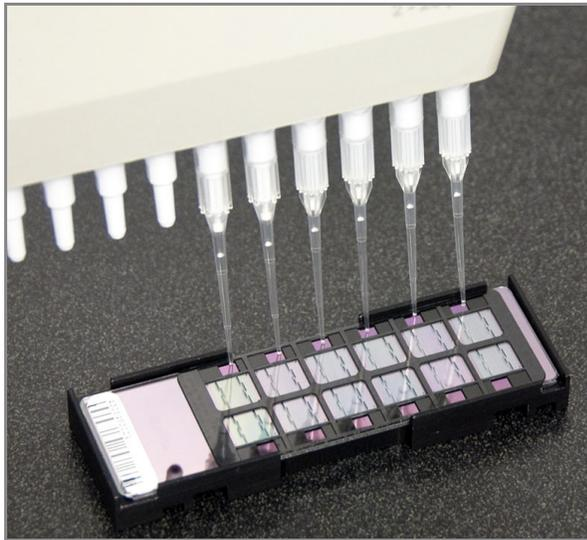

Рис. 43 Загрузка образцов (чип 12x1 HD BeadChip)
2. Загрузите образцы из лунок A1–F1 планшета MSA3 на левую сторону чипа BeadChip (рис. 43), порты ввода A1–F1 (чередующиеся через один порты ввода на левой стороне чипа BeadChip).
2. Загрузите образцы из лунок A1–F1 планшета MSA3 на левую сторону чипа BeadChip (рис. 43).